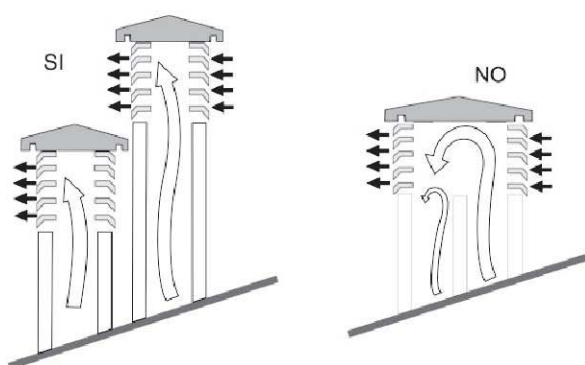

Fig.3
- Qualora si utilizzino canne fumarie ad uscite parallele, si consiglia di alzare di un elemento la canna controvento (fig. 3).